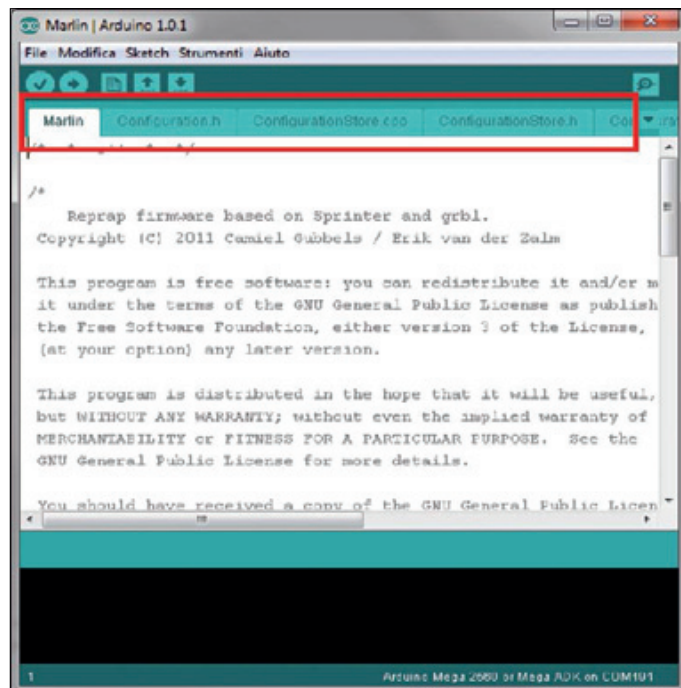
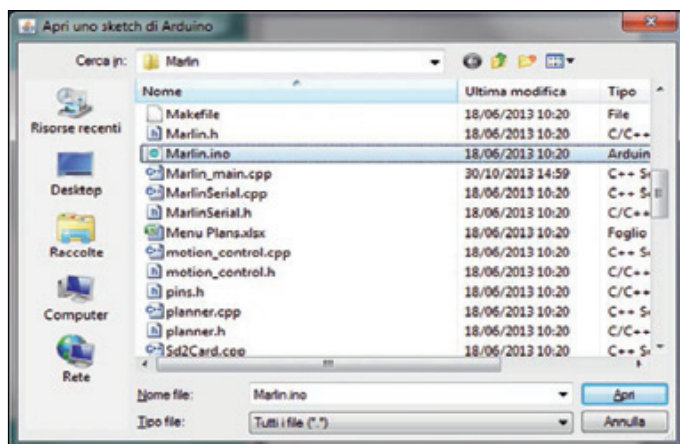

Fig. 7
Fig. 6
2. accedere al percorso dove è stato decompresso il firmware Marlin e aprire il file *Marlin.ino* (Fig. 6); aprendo il file verrà caricata insieme ad esso una serie di file (Fig. 7);